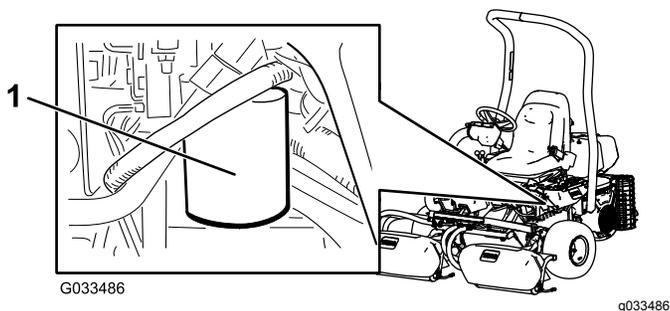

Figura 52
1. Limpe a área de instalação do filtro esquerdo (Figura 52). Posicione uma bandeja de drenagem sob o filtro e remova-o.